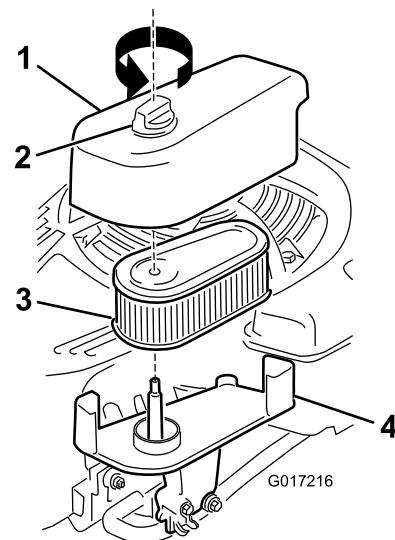

Figura 28
1. Desaperte o fixador e retire a cobertura do filtro de ar (Figura 28).